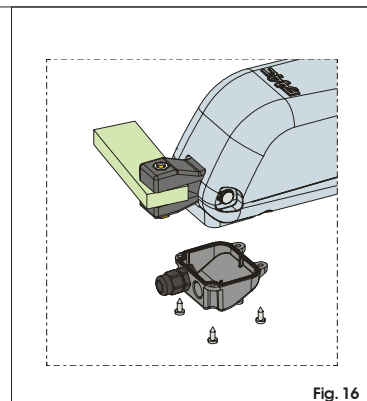

Fig. 16
4) Fermer le couvercle avec les quatre vis fournies, voir Fig.16.